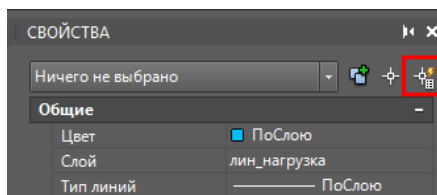
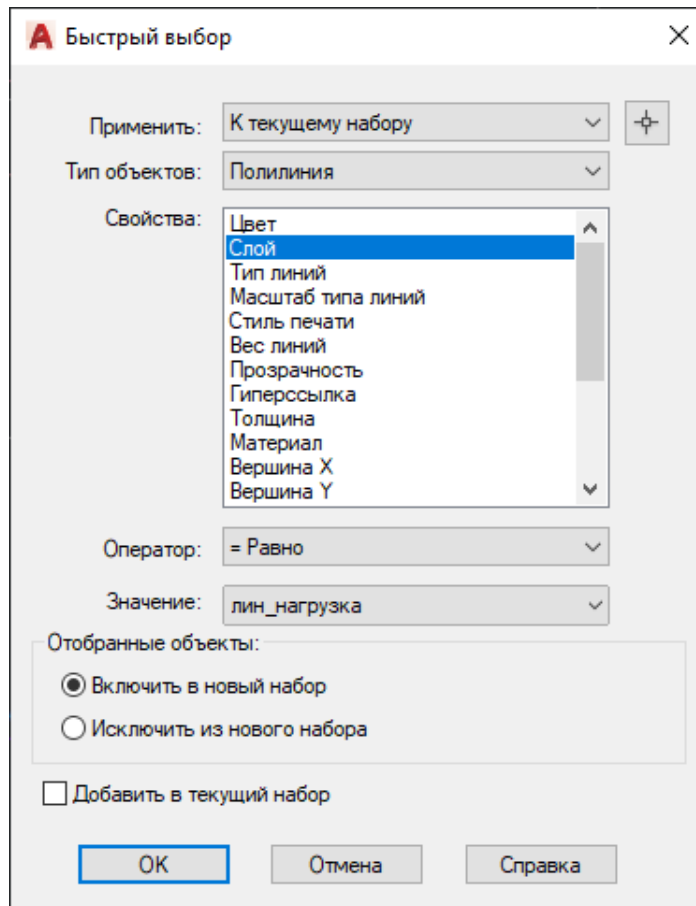

Рис. 14.17. Вікно Властивості
Рис. 14.18. Діалогове вікно **Швидкий вибір**
- Викличте діалогове вікно **Швидкий вибір** (рис. 14.18) натисканням по команді  – **Швидкий вибір** (рис. 14.17) у вікні **Властивості**.